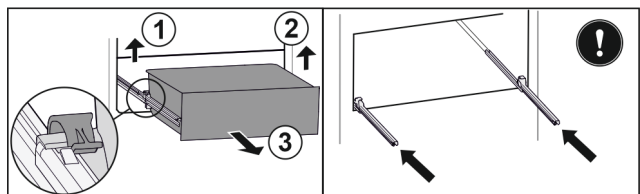

Fig. 96
- ▶ Повдигнете лявата скоба и едновременно с това изтеглете напред чекмеджето отляво. Fig. 96 (1)
- ▶ Повдигнете дясната скоба и едновременно с това изтеглете напред чекмеджето отдясно. Fig. 96 (2)
- ▶ Извадете чекмеджето напред. Fig. 96 (3)